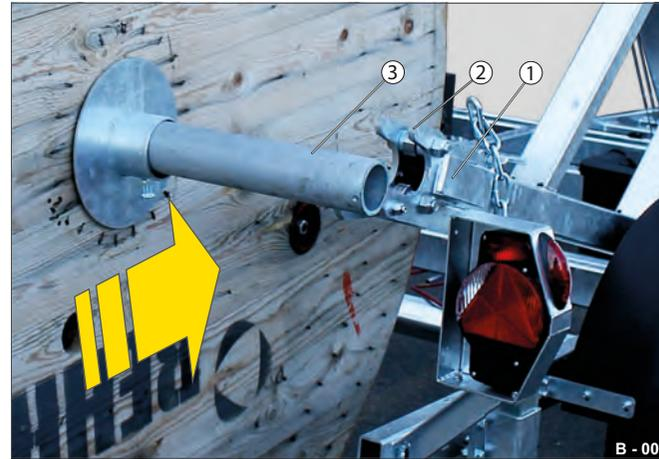

Fig. 11 Mise en place du touret sur le châssis porte-touret
- ▶ Approchez le touret du châssis porte-touret ; assurez-vous que l'axe de transport (Fig. 11 /3) se trouve du côté intérieur des butées latérales (Fig. 11 /1) de droite et de gauche.